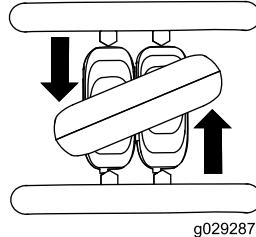

図 10
- ・ 走行コントロールを左へ押すと左旋回します 図 10。